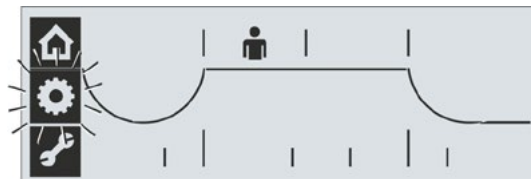

Bild 1: Valförmeny Ändlägen
1. Välj menyn "Ändlägen": Vrid styrknappen tills ramen runt kugghjulssymbolen blinkar (bild 1). Själva kugghjulssymbolen blinkar inverterad.